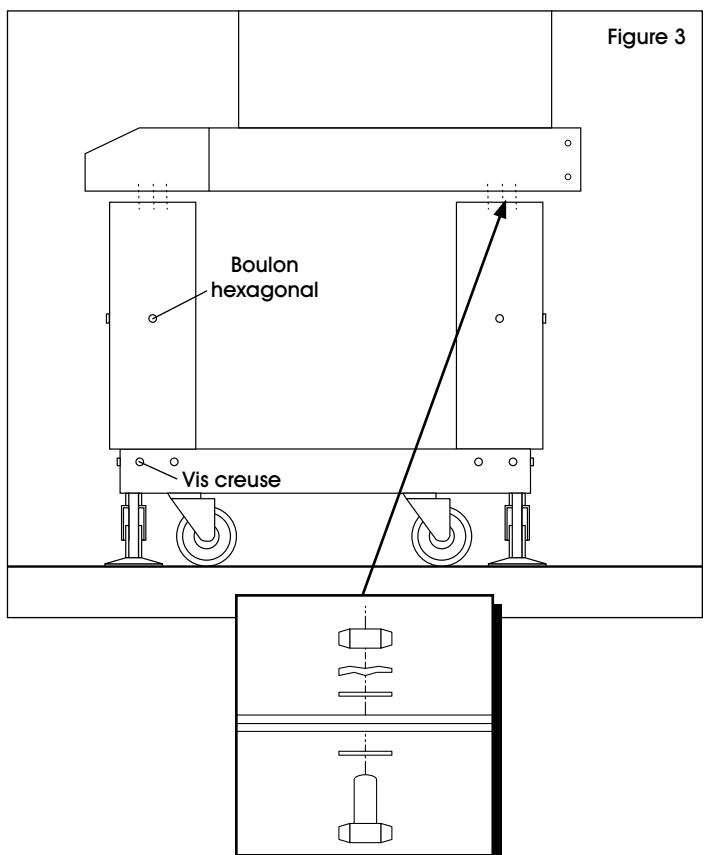

Figure 3
5. Retournez l'ensemble des pieds à l'endroit. Placez le convoyeur sur l'ensemble des pieds. Insérez des boulons hexagonaux à travers le convoyeur et l'ensemble des pieds (2 boulons par coin). Serrez les boulons à l'aide de rondelles plates, de rondelles de blocage et d'écrous. (Voir Figure 3)